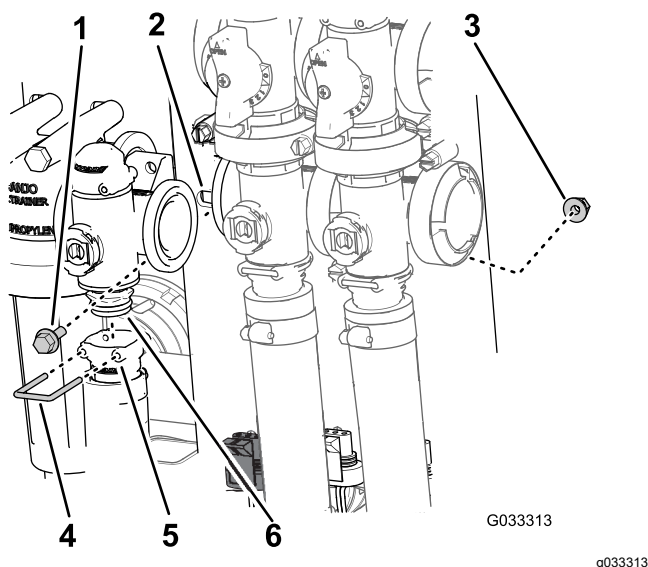

Рисунок 69
2. Снимите держатель, который крепит выпускной штуцер к коллектору клапана управления нормой внесения (Рисунок 69).
3. Выверните 2 болта с фланцевыми головками и 2 фланцевые контргайки, которые крепят клапан управления нормой внесения к опоре крепления клапанов, и снимите коллектор клапана с машины (Рисунок 69).